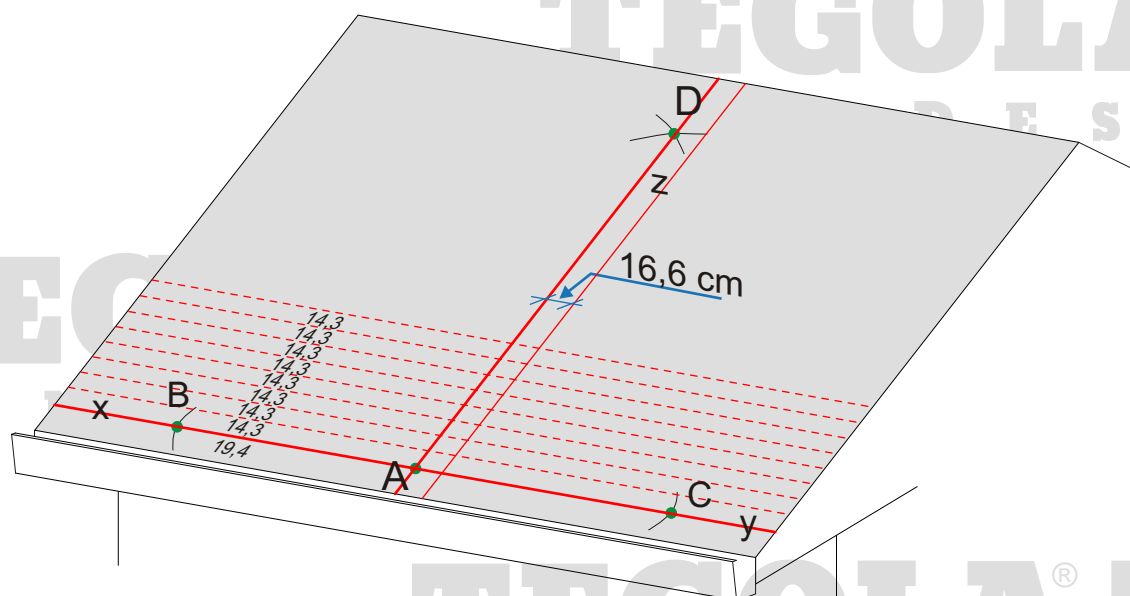

Fig. 1 - Tracciamento della copertura
- Partendo dalla linea xy tracciare delle linee orizzontali e parallele alla stessa, ad una distanza di cm 14,3 fra di loro fino ad arrivare al colmo (fig.1).